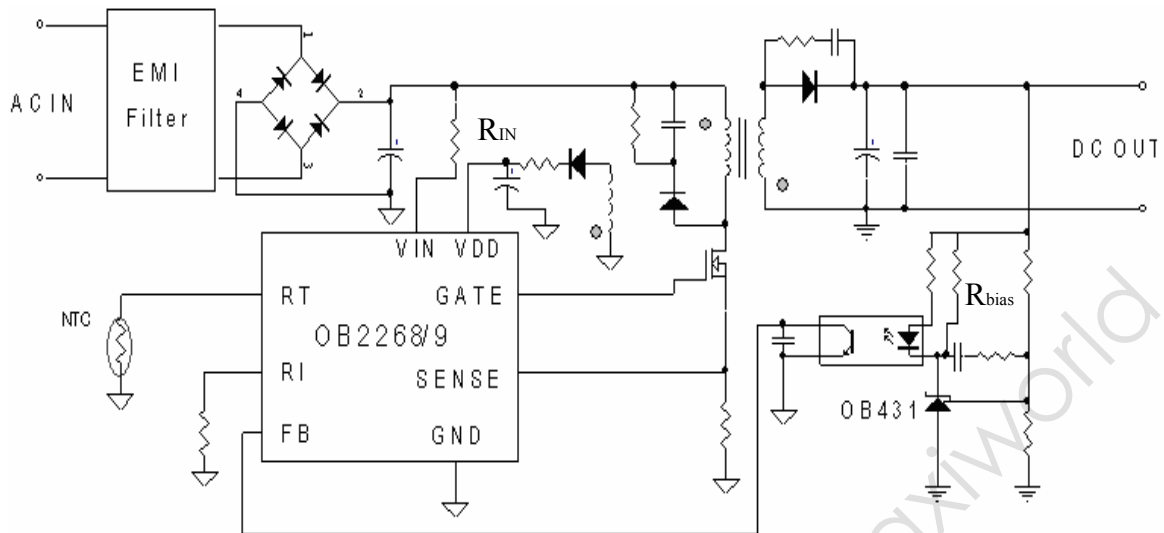

图 1 OB2268/OB2269 典型应用电路
- 具有 OCP 补偿功能的启动方式: 使用 3 脚  $V_{IN}$  作启动端时芯片具有 OCP 补偿的功能, 但仅支持从整流滤波后启动的方式, 其启动电路方式见图 1 典型电路。